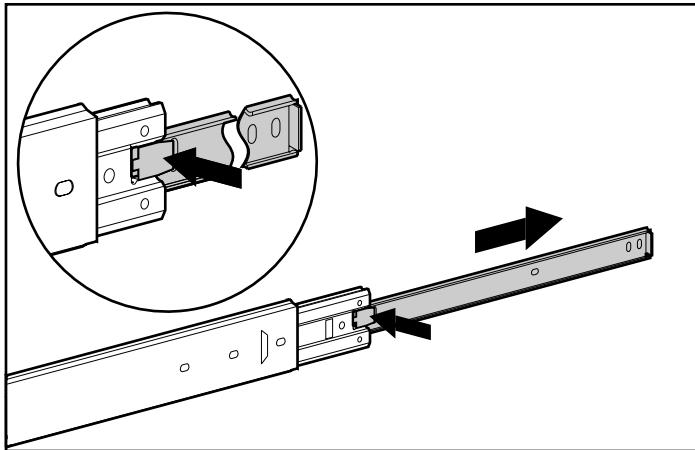

Figura 3-3: Rimozione della guida del componente dalla guida della staffa
2. Estendere la guida del componente facendola scorrere fuori della guida della staffa finché la levetta di rilascio della guida del componente non scatta. Tenendo premuta la levetta, far scivolare la guida del componente fuori da ciascuna guida della staffa, come indicato nella Figura 3-3.